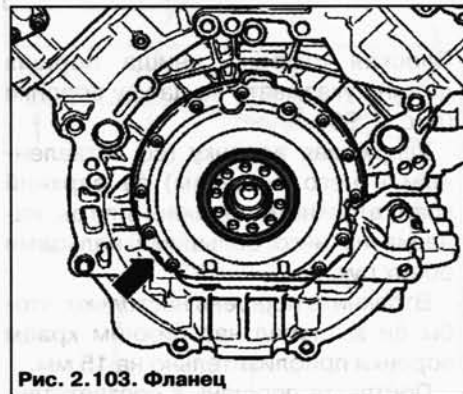

Рис. 2.103. Фланец
- Снимите фланец (рис. 2.103) с блока цилиндров.